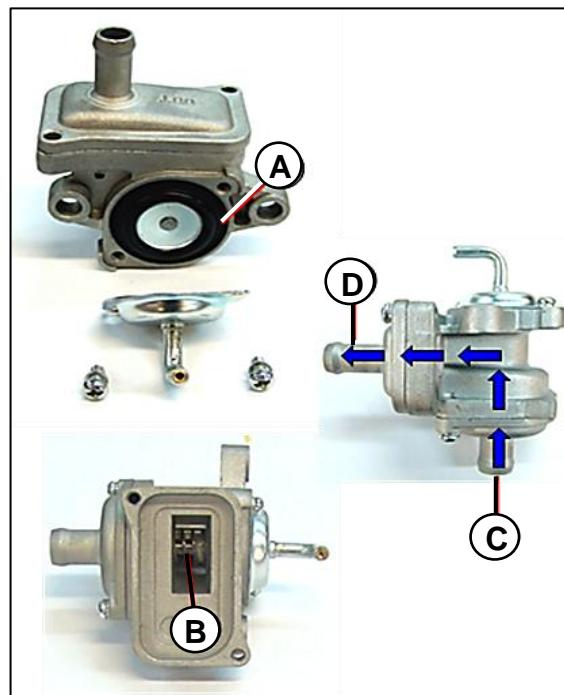

Fig.39
Esta válvula es activada por la presión inversa o vacío (succión) que se crea en el motor en el momento de la admisión, se activa el diafragma (A) el cual vence la fuerza del resorte (B) para cerrar la circulación de aire que va desde el conducto © hasta el conducto (D), este permanece cerrado durante todo el ciclo de admisión. **Fig.39**